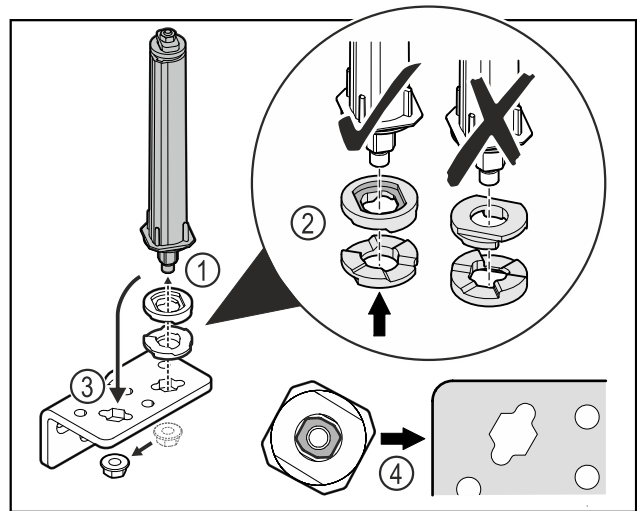

Fig. 38
- ▶ Mutter lösen und Türschließsystem entfernen Fig. 38 (1).
- ▶ Auf die korrekte Ausrichtung der Höhenverstellsscheiben achten Fig. 38 (2).
- ▶ Türschließsystem im Scharnierwinkel umsetzen und mit der Mutter fixieren Fig. 38 (3).
- ▶ Beim Einsetzen auf die korrekte Ausrichtung des Türschließsystems achten Fig. 38 (4).